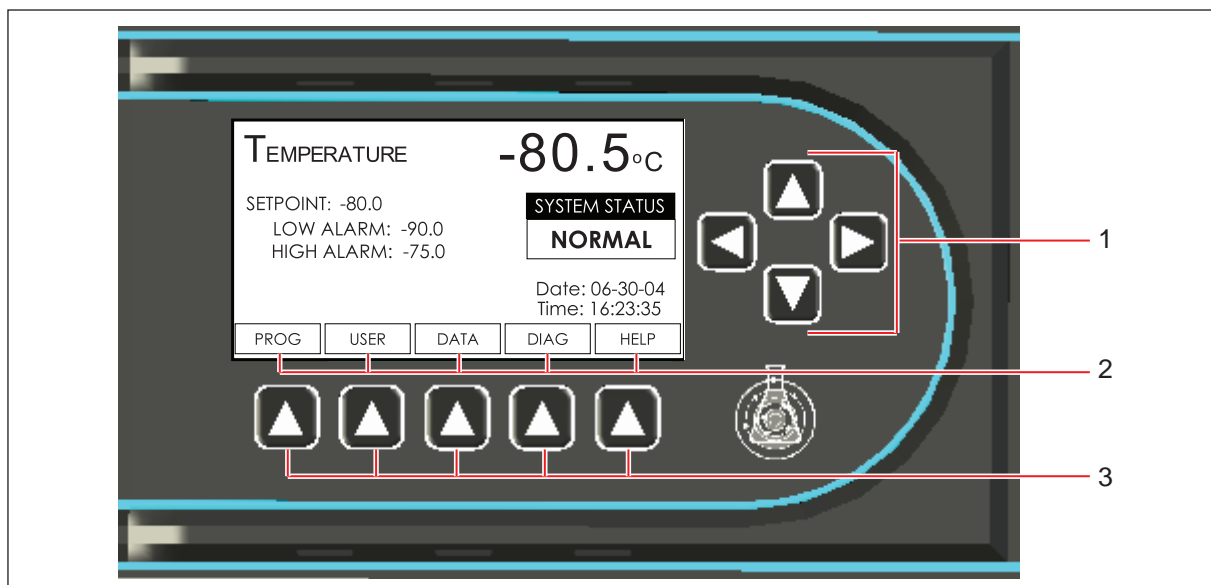

Abb. 5-1: Bedienelemente
Alle einstellbaren Sollwerte und Funktionen können über das Display-Touchpad gesteuert werden (siehe Abb. 5-1 auf S. 21). Mit den vier Richtungstasten können Einstellungen gewählt und geändert werden, während die Menütasten Zugriff auf die am unteren Bildschirmrand aufgeführten Funktionen bieten.
2. Wählen Sie mit den Richtungstasten ▲ und ▼ (siehe Abb. 5-1 auf S. 21) den Sollwert, den Sie ändern möchten.